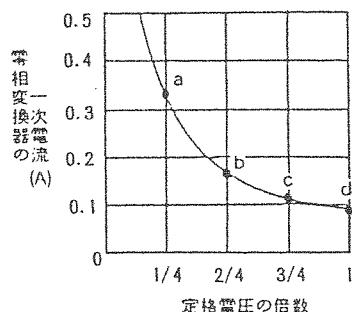

図1. 電圧電流特性図
(図1のa点) (继電器が動作した時、继電器の接点が閉じて、R D F - 2 Vのブザーが鳴ります。)
(7) 同様に定格電圧の1/2, 3/4, 定格電圧についても、最小動作電流値を測定し、プロットします。(図1のb, c, d点)
(8) 試験終了したら、動作確認スイッチをOFFにし、電源スイッチをOFFにします。